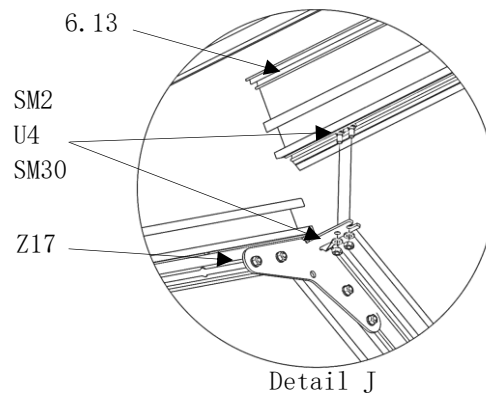

Abb. 64
- siehe **Detail J** und **K** (Abb. 64/65)